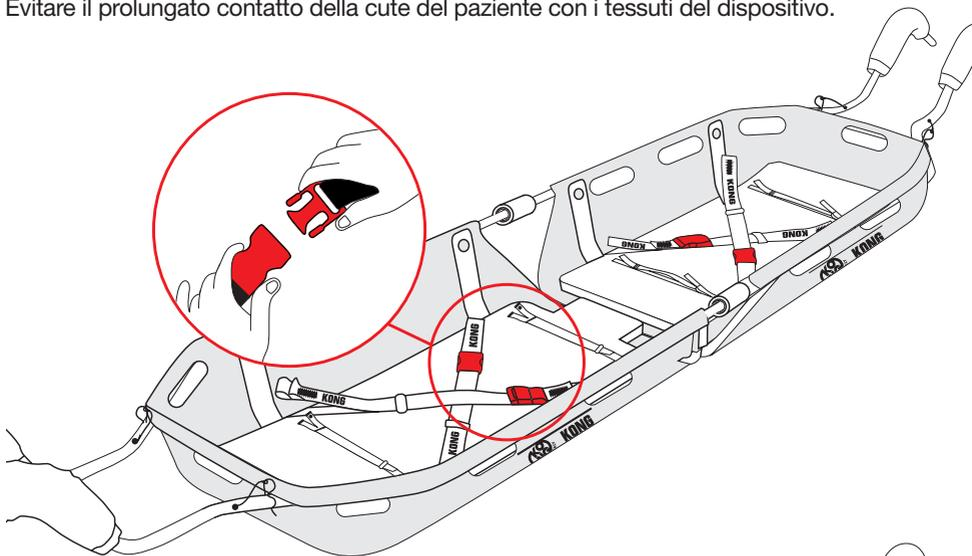

Fig.11
- sganciare le fibbie ed aprire le fettucce di bloccaggio (fig. 11),